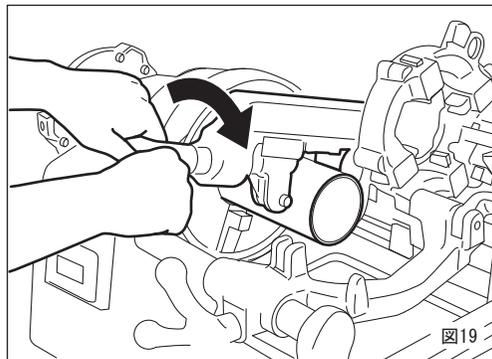

図19
10. パイプの切断 (図19)
- ①使用しないダイヘッド・リーマを起こしてください。
- ②パイプの切断箇所を定めてパイプをしっかり固定します。
- ③パイプカッタをパイプ径より大きくひらいてパイプにあてがい、切断箇所に刃の位置を合わせてハンドルを回し、刃とローラがパイプに軽く当たるところまで近づけてください。
- ④マシンのスイッチを入れ、カッタハンドルをパイプ1回転につき1/2回転以内の割合で回してください。